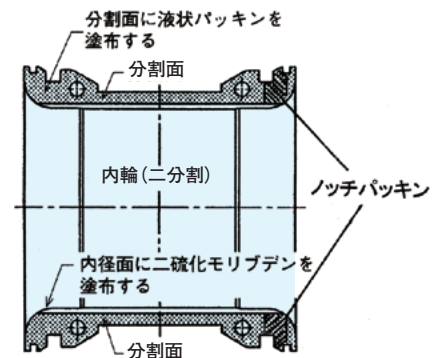

図4 内輪への前処理
- (3) 内輪の分割面を洗浄液で脱脂し、分割面（ノッチ部を含む）に液状パッキンを塗布します。（図4に示すハッチング部分に液状パッキンを塗布）